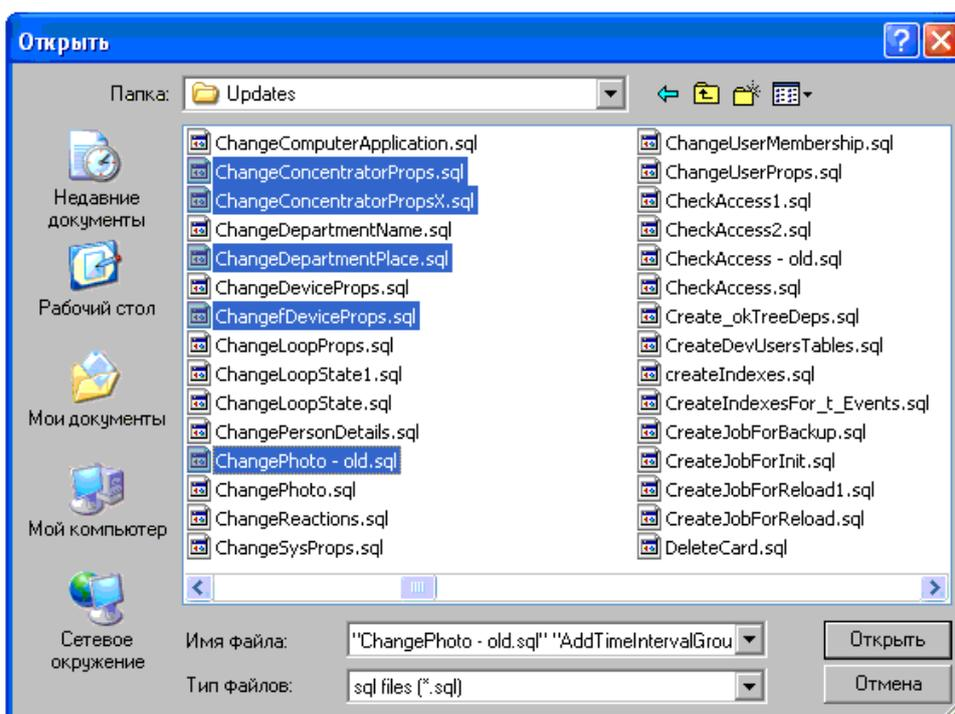

Рисунок 130. Выбор файлов обновления SQL
*Выполнить файлы SQL...* выполняет файлы обновлений базы данных (используется только по согласованию с разработчиком!). При выполнении команды выводится окно *Открыть* для выбора нужных файлов (Рисунок 130), после нажатия кнопки *Открыть* файлы запускаются для обновления. Если при выполнении файла произошла ошибка, то об этом выводится соответствующая информация. После завершения операции выводится окно со списком файлов, которые были выполнены